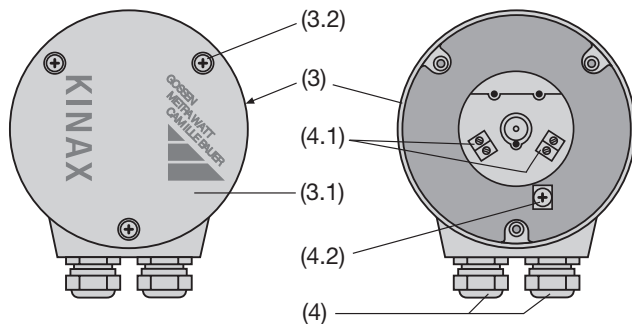

Bild 9. Rückenteil (3) mit Klemmen (4.1) sowie (4.2) und Stopfbuchsen (4). Links: mit Deckel (3.1) verschlossen. Rechts: zugänglich.
Bei den Varianten mit direkt am Messumformer angebrachten **Schraubklemmen** und **Stopfbuchsen** befinden sich 4 Schraubklemmen (4.1) und 1 Erdungsklemme (4.2) – wie Bild 9 zeigt – im Rückenteil (3). Die Schraubklemmen eignen sich für max. 1,5 mm² Drahtquerschnitte und sind nach Abnehmen des Deckels (3.1) zugänglich.
... mit **Schraubklemmen** und **Stopfbuchsen** die 3 Schrauben (3.2) herausschrauben, und den Deckel (3.1) abnehmen (Bild 9, links).